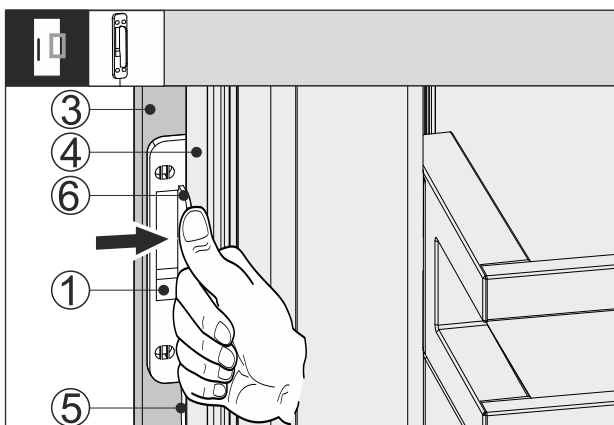

Fig. 66
- ▶ Skub bankesensoren Fig. 66 (1) mellem møbelfronten Fig. 66 (3) og enhedens dør Fig. 66 (4), så kablet Fig. 66 (5) er let spændt. Bankesensorens anslag Fig. 66 (6) ligger an mod enhedens dør Fig. 66 (4).
- ▶ Pres mod bankesensoren Fig. 66 (1) på møbelfronten Fig. 66 (3).
- ▷ Bankesensoren Fig. 66 (1) er fastklæbet. Fastklæbningen af bankesensoren optimerer overførslen af banksignalet.
Permanent fastgørelse af bankesensoren Fig. 66 (1) forlænger levetiden.
- ▶ Skru bankesensoren Fig. 66 (1) fast til møbelfronten Fig. 66 (3) med de medfølgende skrue.